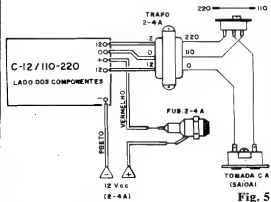

Fig. 5
A fig. 5 traz as importantes ligações externas à placa, feitas a partir das ilhas periféricas a elas destinadas, devidamente codificadas (ver também a fig. 3, se persistir alguma dúvida...). ATENÇÃO à polaridade da entrada de alimentação (12V), posição do fusível, ligações do transformador (tanto no seu enrolamento de 12-0-12 quanto no de 0-110-220). Observar as ligações à chave de tensão, bem como seu sentido de acionamento. Notar que as conexões entre o transformador e a placa, bem como as ligações de entrada dos 12VCC devem ser feitas com cabagem de calibre não muito modesto, devido às altas correntes af presentes. Já as ligações de saída C.A. (enrolamento 0-110-220 do trafo, chave de tensão e tomada C.A.) que trabalharão sob corrente bem mais "maneira", podem ser feitas com fios ou cabos de diâmetro moderado (nº 18 a 22, sem problemas).
- - Alimentação: dados sugeridos para a fonte na fig. 5
Daí pra frente é só utilizar o AMTRA em suas múltiplas aplicações. Notar que o módulo constitui uma unidade de potência e que, portanto, não tem controles de volume ou tonalidade incorporados (tais controles, normalmente, fazem parte do pré-amplificador). Entretanto, o bom ganho de entrada do AMTRA permite até a ligação direta de certas fontes de sinal de bom nível (entre 300 e 500mV). Nesse caso, se for desejado um circuito tipo "master", basta ligar entre a fonte de sinal e a entrada do AMTRA um potenciômetro, conforme esquematiza a fig. 5-A.
Ainda na fig. 5 (em 5-B) sugerimos uma excelente fonte de alimentação para o AMTRA, incluindo saída regulada, estabilizada e - eventualmente - "abaixada" pa-
funcionamento pleno do módulo do AMTRA. Pode-se esperar do AMTRA, com a fonte da fig. 5-B, cerca de 8 a 9 watts máximos (uma potência considerável para circuito tão pequeno e simples...).
Precedido de um pré-amplificador estéreo, o AMTRA em módulo **duplo** (duas unidades completas) mais uma fonte como a mostrada na fig. 5 (usando transformador para 2A) formará um excelente sistema de som em estêreo para uso doméstico, que nada ficará devendo a equipamentos **muito** mais caros. Ao contrário do que julgam os **"maníacos"** por 100 watts, 20 watts estêreo numa sala (mesmo de grandes dimensões) é um **"baixa"**